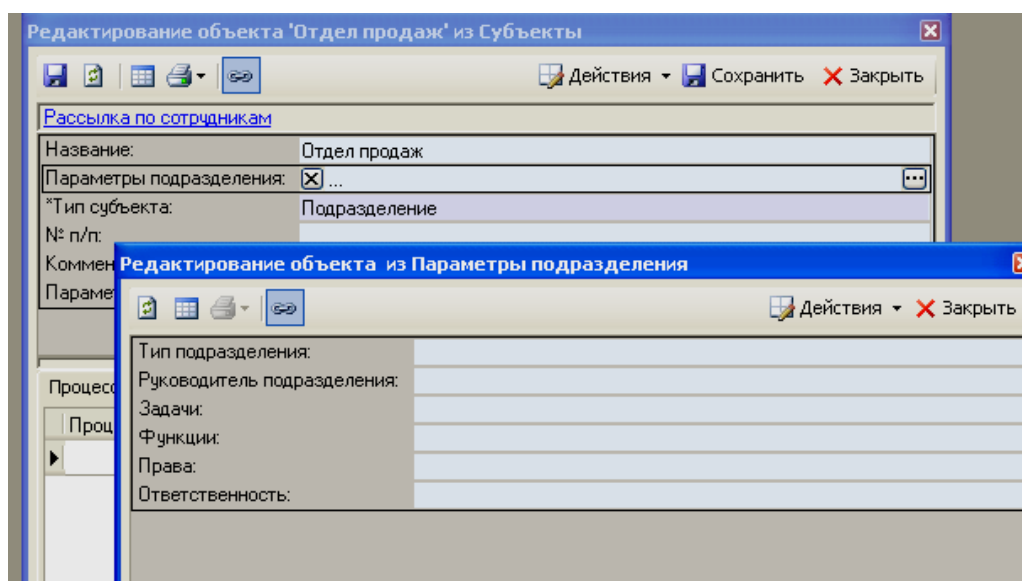

Рисунок 48 – Окно редактирования объекта *Параметры подразделения*
2. Откройте окно редактирования объекта *Параметры подразделения* (рисунок 48).